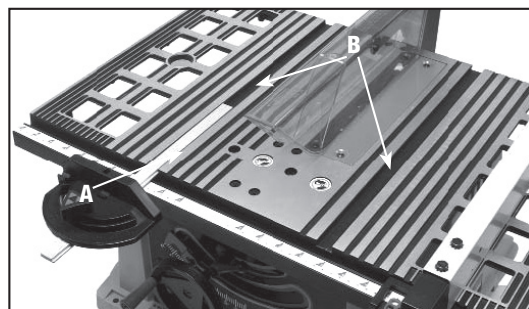

Fig. 18
O graminho é enviado já montado e equipado com uma régua de encaixe em T (A) Fig. 18, a ser inserida em qualquer uma das duas fendas do graminho (B) que se encontram na parte superior da bancada. A régua de encaixe em T evita que o graminho caia quando estendido para fora da parte frontal da mesa em cortes transversais de peças maiores.